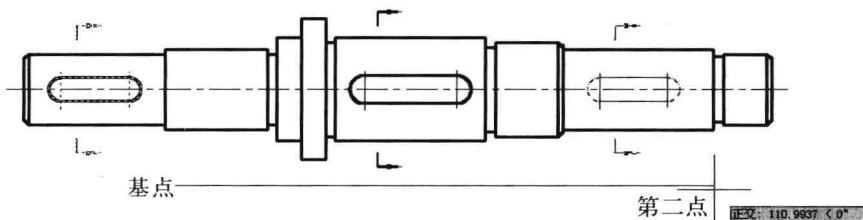

图 4-3-1
(1) 单击“常用”选项卡，在“修改”面板中单击“移动”按钮，或者选择菜单命令“修改/移动”。
(2) 启用移动命令之后，命令行提示“选择对象”，使用一种选择方法选择要移动的对象，并按 Enter 键。
(3) 命令行提示“指定基点或[位移 (D)] <位移>”，单击一点确定移动基点位置。
(4) 命令行提示“指定第二个点或 <使用第一个点作为位移>”，单击一点确定第二点位置。
(5) 此时选定对象将移到由基点和第二点间的方向和距离确定的新位置，如图 4-3-1 所示。